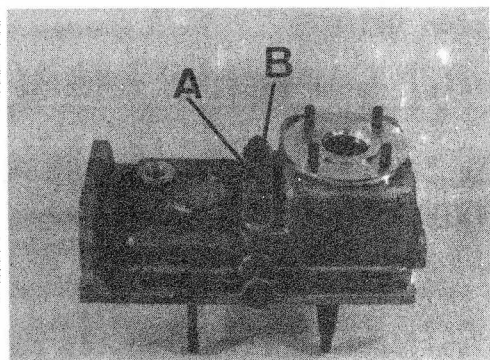

Fig. C1-67 Tapa porta horquillas
- 1.2. Extraer la placa superior, A (Fig. C1-67) desmontando los elementos de fijación, B.